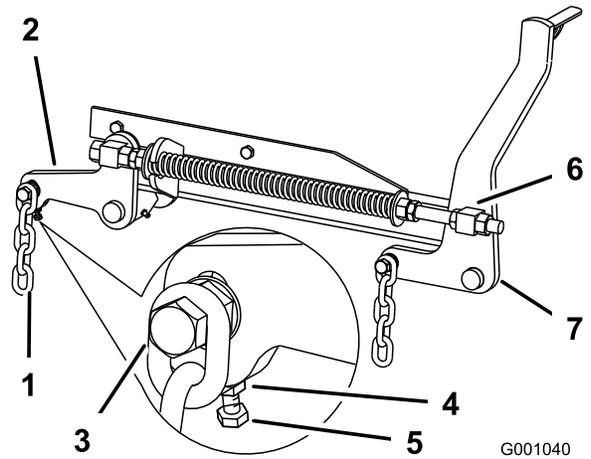

Figure 77
7. Si la distance mesurée au point **B** ou **C** n'est pas correcte, desserrez le boulon de fixation de la chaîne arrière au bras de support arrière (Figure 77).
8. Desserrez l'écrou de blocage sous le bras de support arrière et agissez sur le boulon de réglage de manière à obtenir une distance de 80 à 83 mm (3-1/8 à 3-1/4 po) (Figure 77).
7. Desserrez d'environ 13 mm (1/2 po) les écrous de blocage à l'avant des pivots avant gauche et droit (Figure 77).
8. Réglez les écrous de relevage sur les côtés gauche et droit de la machine de manière à abaisser l'avant de 6 à 10 mm (1/4 à 3/8 po) au point **A** par rapport au point **B** à l'arrière (Figure 77).